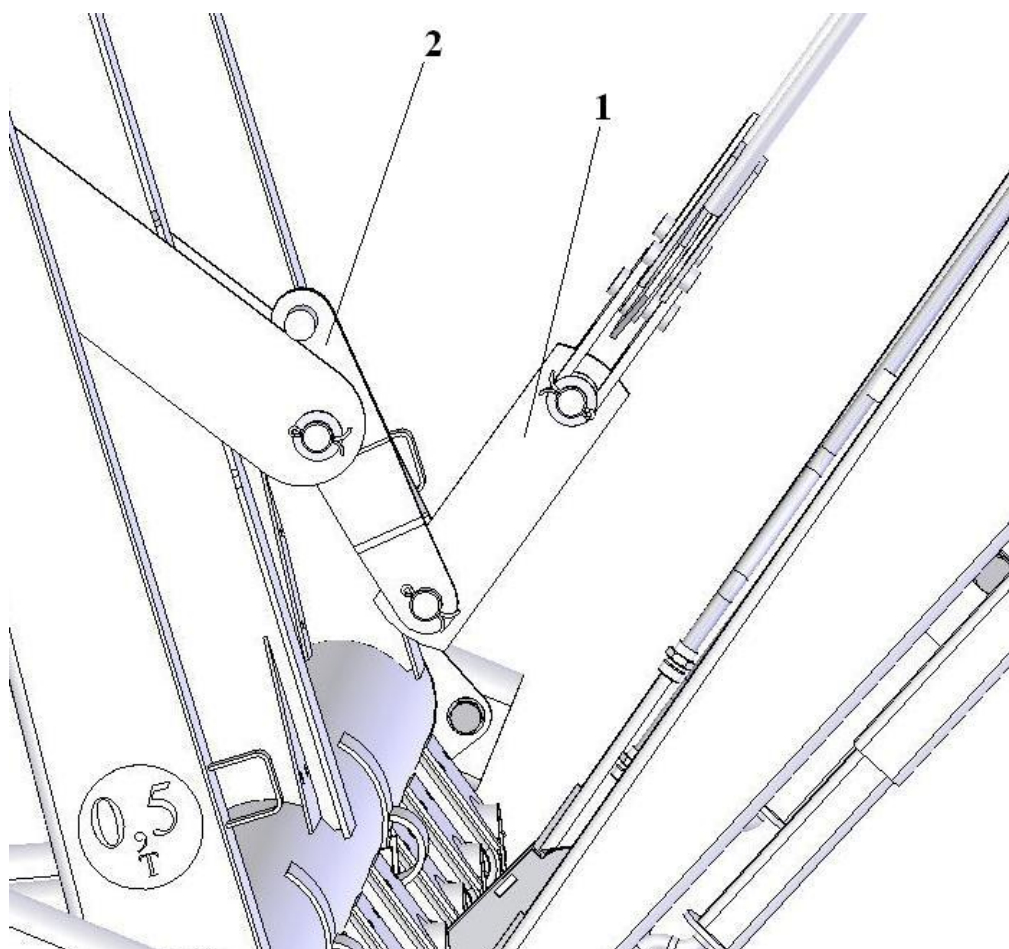

Рис. 6 Соединение шпренгеля с грабельной решеткой
- 5) Соединить шарнир шпренгеля 1 с кронштейном 2 установленным на средней стойке грабельной решетки (рис. 6)